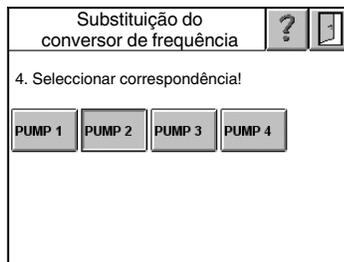

Fig. 7-10
4. Seleccionar correspondência. Premir , para ir para a fig. 7-10.